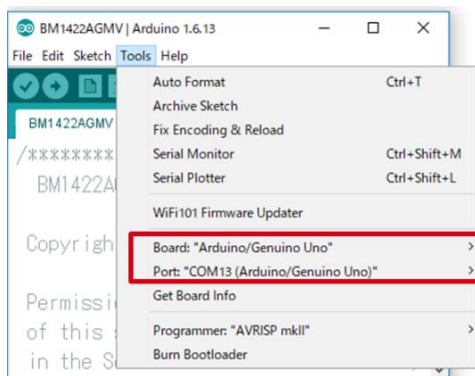

図 4 COM ポート設定
1. メニューの[Tools]の Board 部分を"Arduino/Genuino Uno", Port 部分を"COMxx(Arduino/Genuino Uno)"に変更(図 4)。